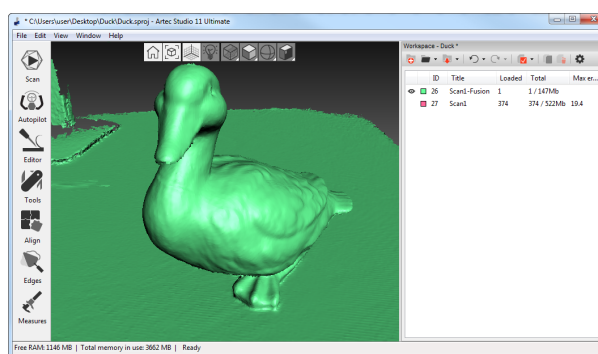

Рис. 5.8: Панель *Рабочая область* после использования Склейки в реальном времени
6. Когда вы завершите сканирование, на панели *Рабочая область* появится один или несколько сырых сканов и одна модель с названиями Scan1, Scan2, Scan3, и т. д., и Scan1-Fusion, соответственно. Количество сырых сканов соответствует тому, сколько раз вы приостанавливали и возобновляли сканирование (см. Рис. 5.8).